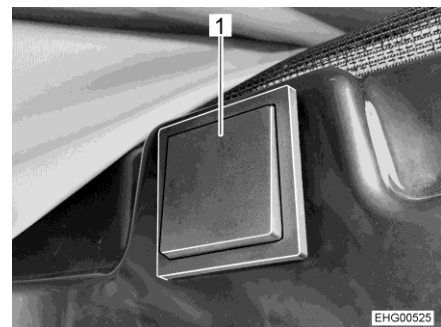

Bild 53 Taster für elektrische Entriegelung
Der Taster für die elektrische Entriegelung (Bild 53) ist auf der rechten Seite im Bereich über der Schiebetür angebracht.
- Taster (Bild 53,1) mindestens 2 Sekunden lang drücken.